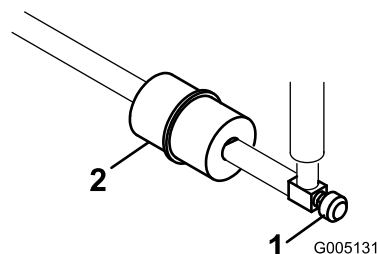

Figure 30
Le filtre à carburant est incorporé dans la conduite d'alimentation, entre le réservoir de carburant et le carburateur (Figure 30).
1. Fermez le robinet de carburant, desserrez le collier de flexible côté carburateur et débranchez la conduite d'alimentation du filtre (Figure 30).
2. Placez un bac de vidange sous le filtre, desserrez l'autre collier de flexible et déposez le filtre (Figure 30).